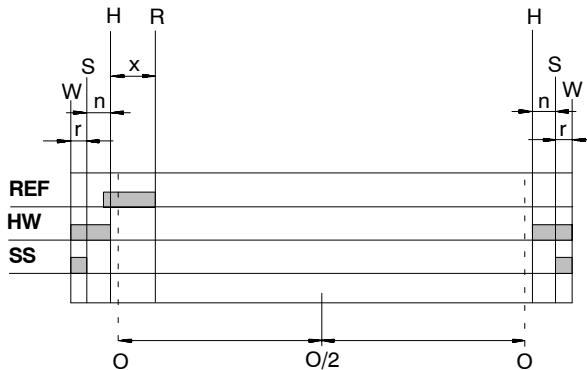

Fig. 47
- Les plages de réponse (barres grises de la fig. 47) des capteurs de fin de course de sécurité (SS) et des capteurs de fin de course matériel (HW) se chevauchent. Lors du démarrage de l'axe, on évite ainsi des états de fonctionnement de type indéterminé.